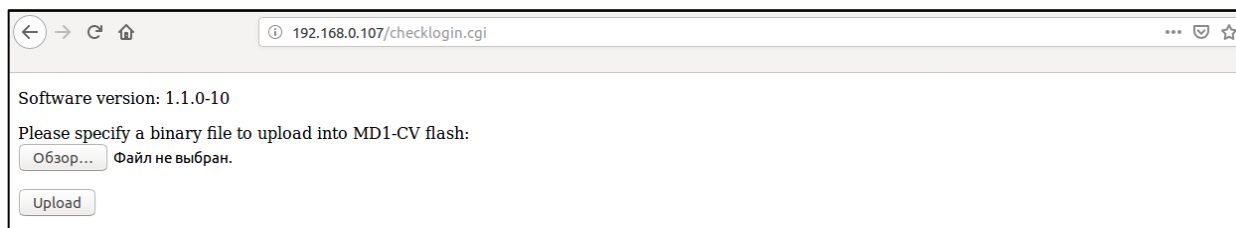

Рисунок 10 – Web-интерфейс для обновления устройства
- 3 Укажите файл формата .bin и нажмите кнопку «Upload» (рисунок 10)